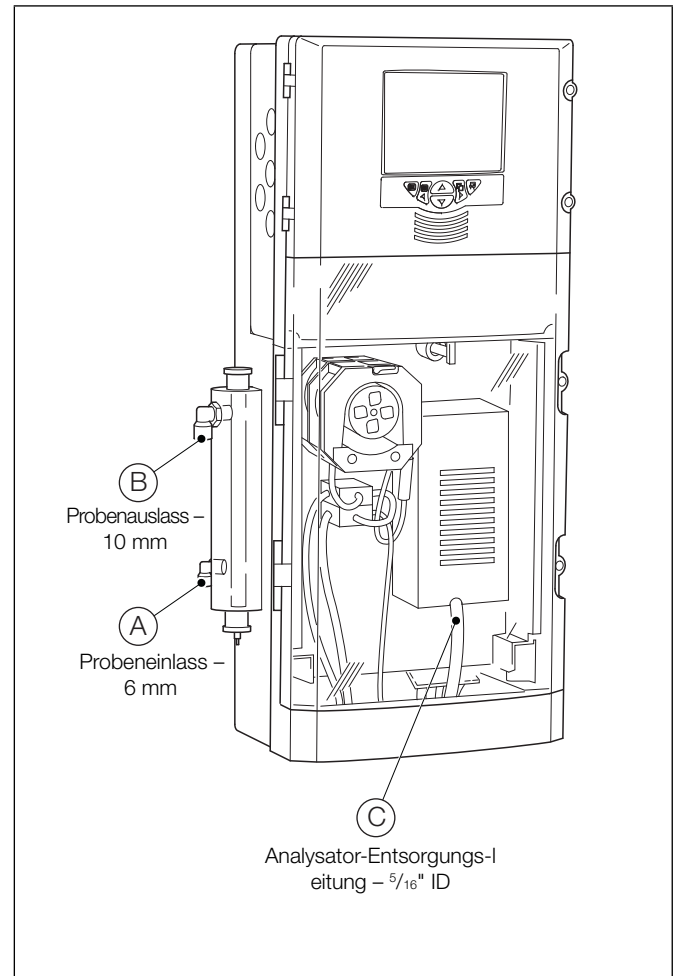

Abb. 3.9: Anschließen der Probeneinlass-, Abfluss- und Analysator-Entsorgungsleitungen
Die Probenauslassleitung ((B) in Abb. 3.9) muss so verlegt sein, dass ein Schwerkraftablauf gewährleistet ist.
Zum Lieferumfang gehört ein flexibler PVC-Schlauch ((C) in Abb. 3.9) mit 0,5 m Länge und  $\frac{5}{16}$ -Zoll-Innendurchmesser), der an die Ablaufleitung der Durchflusszelle angeschlossen und durch die Durchführung in der Bodenplatte geführt wird. Schließen Sie ihn an einen geeigneten Abwasserabfluss oder -behälter an.